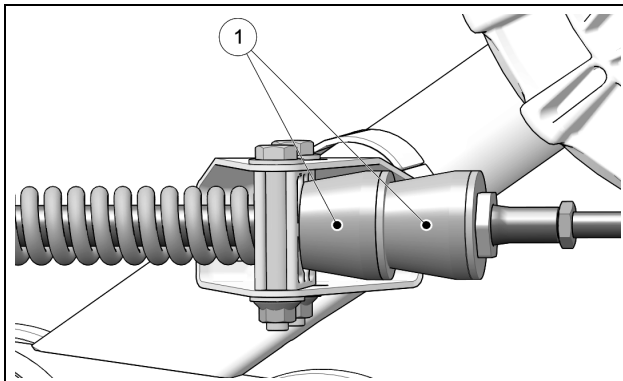

Figure 40
Vérifier les amortisseurs de caoutchouc (1) aux bras stabilisateurs. S'ils montrent des déformations, des fissures ou une usure importantes, ils doivent être remplacés. Voir la Figure 40.